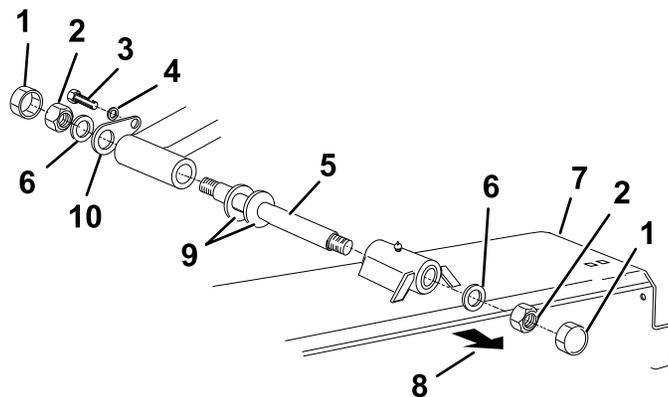

Figure 12
11. Fixez chacun des plateaux de coupe à la tondeuse à la position correcte à l'aide de l'axe de pivot, de 2 contre-écrous (M24), 2 rondelles (M24), 2 écrous borgnes, un arrêt d'axe, 2 rondelles Belleville (le cas échéant), une vis (M12 x 30 mm) et une rondelle élastique (Figure 12).